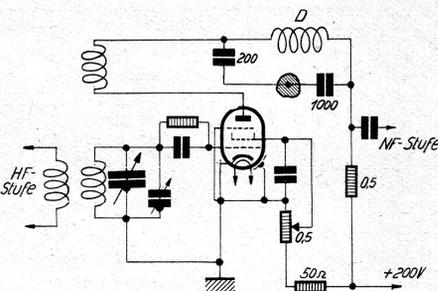

Abb. 4. Eine Schaltung, wie sie KW-Empfänger häufig aufweisen. Regelung der Rückkopplung durch Veränderung der Schirmgitterspannung.
Verändern der Schirmgitterspannung (Abb. 4), eine als weitgehend frequenzunabhängig bekannte Schaltung. Das Potentiometer ist 0,5 M Ω groß, der Vorwiderstand (R) 50 k Ω bei 220 V Anodenspannung.